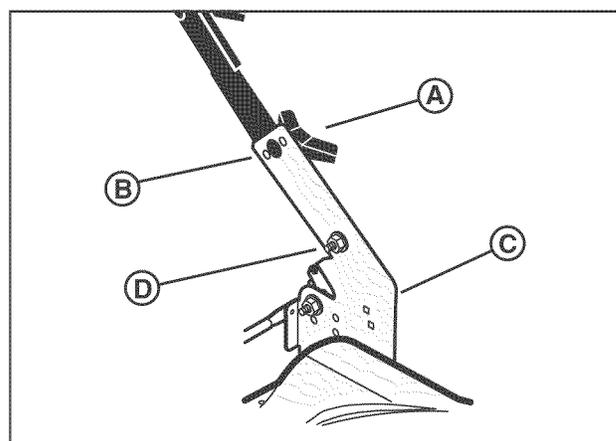

Figure 4: Dépose de la visserie de réglage de poignée
1. Enlever les ailettes (A, Figure 4), rondelles (non illustrée) et les boulons (B) de chacun des supports droit et gauche de la poignée (C).
*REMARQUE* : Ne retirez pas la partie inférieure de la visserie de poignée (C).